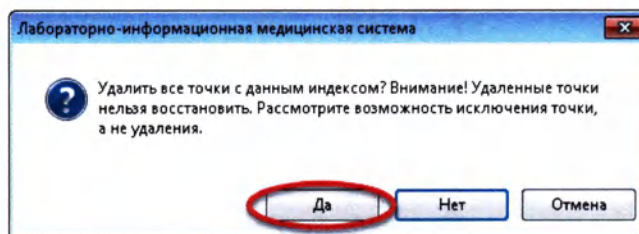

Рисунок 12.40
3. Подтвердите удаление – нажмите кнопку «Да» в появившемся диалоговом окне (Рисунок 12.40):